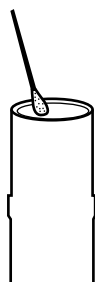

Figura 2
2. Inumidire un tampone con dell'etanolo al 70%, quindi pulire la superficie esterna e la superficie interna di alloggiamento del filtro del cono d'ancoraggio (vedere la Figura 2).